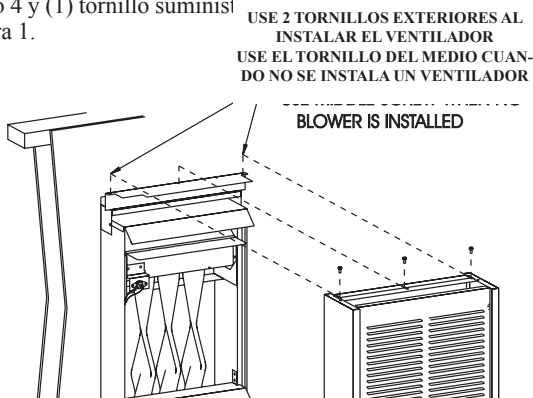

Figura 1
9. Fijar la carcasa exterior al ensamblaje del cabezera. Importante: No se usara el agujero de la claridad. Los dos agujeros de claridad se usaran para unir la carcasa exterior al ensamblaje del cabezera, el (1) tornillo del paso 4 y (1) tornillo suministrado. Vea la Figura 1.